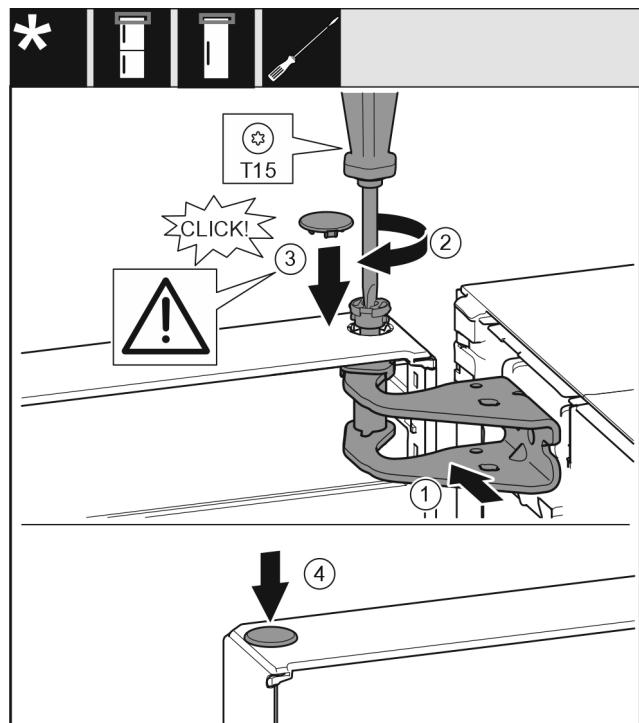

Fig. 18
- ▶ 将门的上方对准托架中的开口。Fig. 18 (1)
- ▶ 放入螺栓并用 T15 螺丝刀拧紧。Fig. 18 (2)
- ▶ 安装冰箱门安全装置的安全盖：放入安全盖并检查其是否紧贴在门上。否则，需将螺栓完全插入。Fig. 18 (3)
- ▶ 放上堵头。Fig. 18 (4)